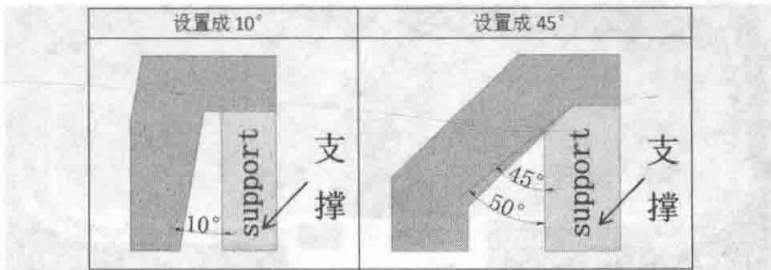

图 4-13 支撑角度
(2) 角度。如图 4-13 使用支撑材料时的角度。如果设置成  $10^\circ$ ，在表面和竖直方向的成型角度小于  $10^\circ$  的时候，支撑材料不会被使用；如果设置成  $45^\circ$ ，在表面和竖直方向的成型角度小于  $45^\circ$  的时候，支撑材料不会被使用。